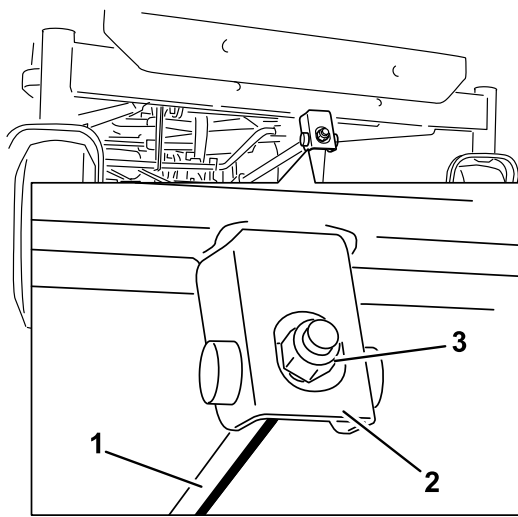

Bild 61
6. Drehen Sie für das Einstellen der Schnittmesserneigung in Längsrichtung die Einstellmutter vorne am Mähwerk (**Bild 61**).